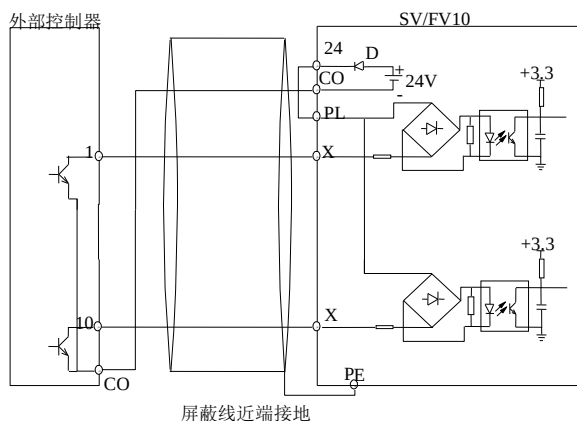

图 4-9 使用变频器内部+24V 电源的源极连接方式
1) 使用变频器内部+24V 电源,外部控制器为 NPN 型的共发射极输出的连接方式,如图 4-9 所示。